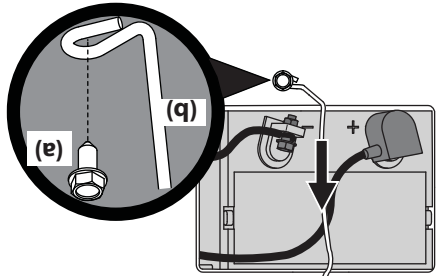

Figure 4-7
1. Enlevez la vis à rondelle hex. (a) qui maintient le support de retenue de la batterie (b) sur le châssis. Basculez le support de retenue de la batterie (b) pour dégager celle-ci. Voir la Figure 4-7.